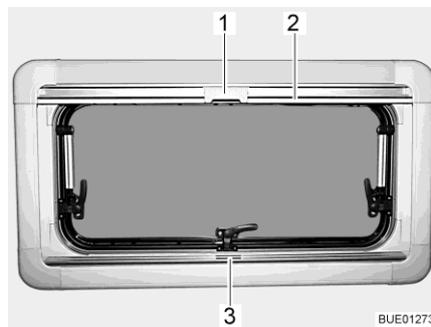

Bild 106 Ausstellfenster
- Faltverdunklung in der Mitte der Griffleiste (Bild 106,3) fassen, von unten nach oben ziehen und auf der gewünschten Höhe loslassen. Die Faltverdunklung bleibt in dieser Höhe stehen.
- Insektenschutzrollo an der Griffleiste (Bild 106,2) nach unten ziehen, bis es an der Griffleiste der Faltverdunklung (Bild 106,3) anstößt.
- Raste (Bild 106,1) am Insektenschutzrollo mit der Griffleiste der Faltverdunklung verriegeln.
- Raste (Bild 106,1) am Insektenschutzrollo oben nach hinten drücken.
- Insektenschutzrollo an der Griffleiste (Bild 106,2) langsam zurückführen.